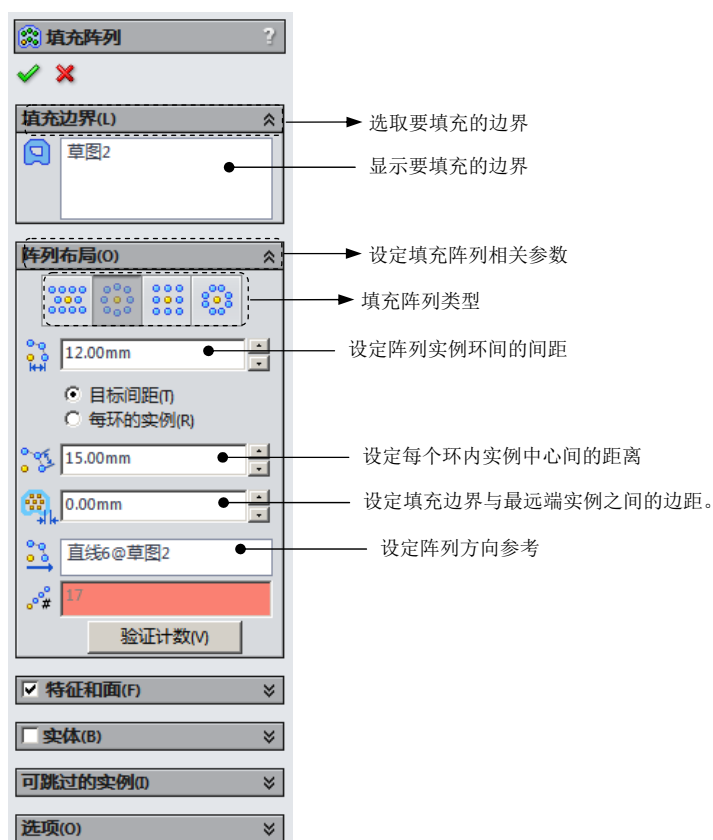

图 3.19.9 “填充阵列”对话框
Step2. 选择命令。选择下拉菜单 **插入(I)** → **阵列/镜像(E)** → **填充阵列(F)...** 命令，系统弹出图 3.19.9 所示的“填充阵列”对话框。